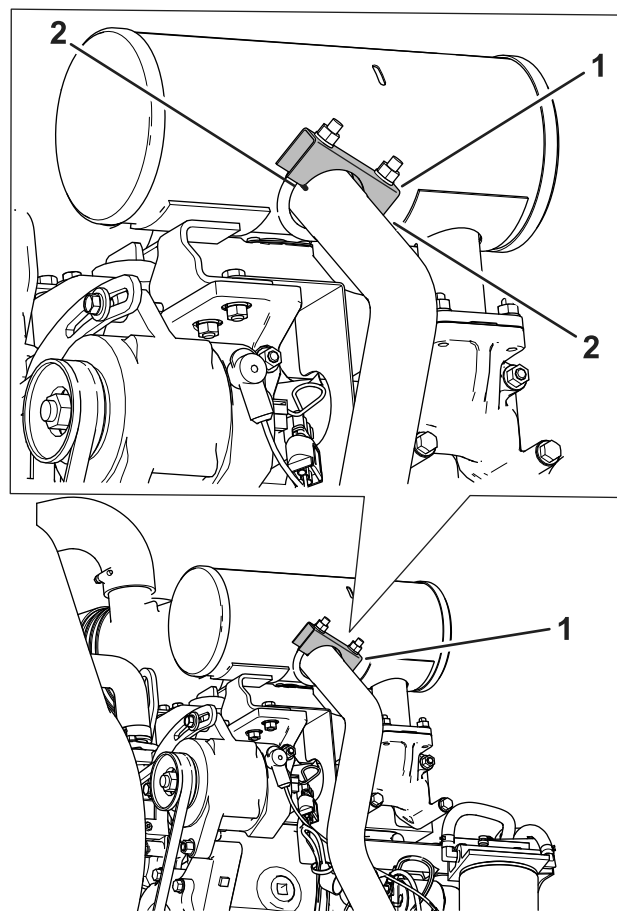

Рисунок 12
7. Совместите зажим заподлицо с концом выхлопной трубы и поверните его, как показано на Рисунок 12.
Примечание: Убедитесь в том, что зажимная поверхность расположена параллельно пазам в трубе (Рисунок 12).